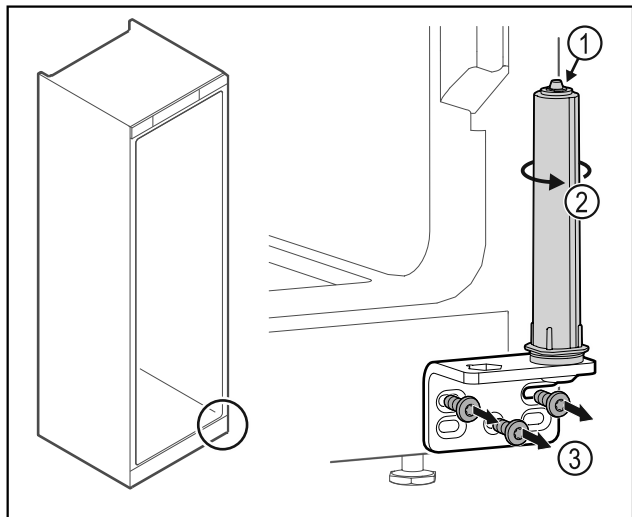

Fig. 34
- Mos e zbrërtheni sistemin e mbylljes së derës Fig. 34 (1).
- ▶ Rrotulloni sistemin e mbylljes Fig. 34 (2) derisa të kërcasë.
- ▶ Lironi vidat e profilit të menteshës Fig. 34 (3).